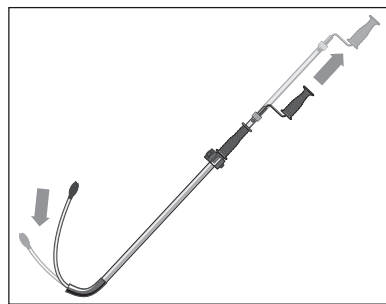

Figure 5 – Retrait du câble
- Tirez sur la manivelle ou la perceuse pour ramener le câble dans son guide (Figure 5). Introduisez soigneusement le guide-câble dans l'urinoir ou autre conduit d'évacuation en penchant le tourniquet pour en faciliter l'insertion. L'extrémité du guide-câble doit être introduit dans la canalisation afin d'empêcher tout frottement du câble et de l'outil de curage qui serait susceptible d'endommager la porcelaine.